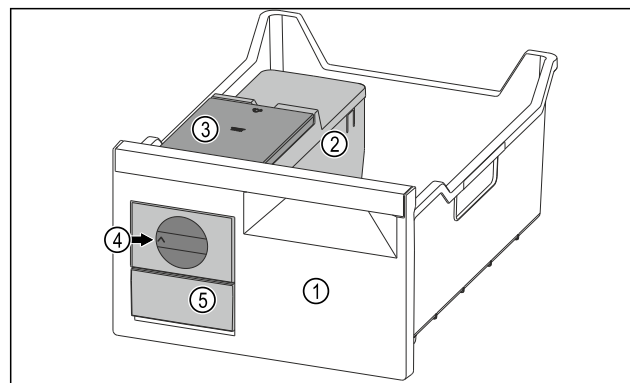

Fig. 102 Immagine a titolo di esempio
- Ruotare la manopola Fig. 102 (4) verso destra finché non si arresta.
- I cubetti di ghiaccio cadono dalla ciotola dei cubetti di ghiaccio nel cassetto dei cubetti di ghiaccio Fig. 102 (5). Se non tutti i cubetti di ghiaccio fuoriescono dalla ciotola dei cubetti di ghiaccio: